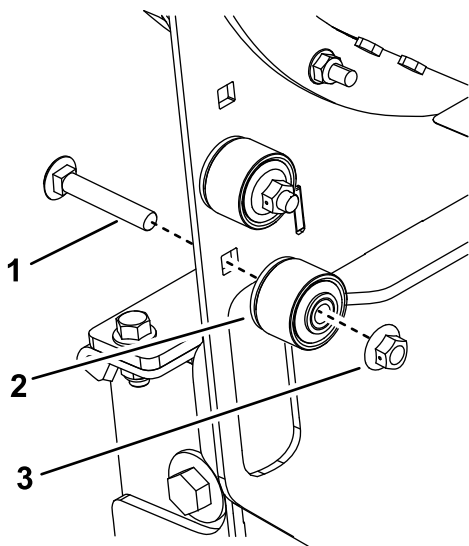

Figura 26
10. Utilice las fijaciones para guardar los conjuntos de casquillo en el lado izquierdo del bastidor del soplador (Figura 26).